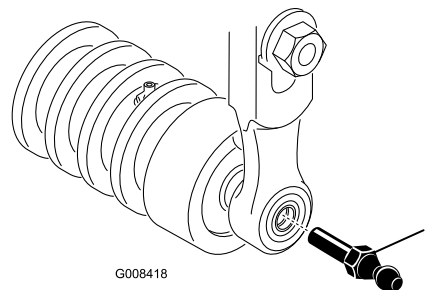

Figura 16
- F. Instale a montagem de motor na extremidade esquerda da unidade de corte com os (2) parafusos de cabeça allen previamente retirados. Aperte os parafusos a 16-20 Nm.
5. Volte a colocar o tampão esférico em cada extremidade do rolo dianteiro da unidade de corte (Figura 16).